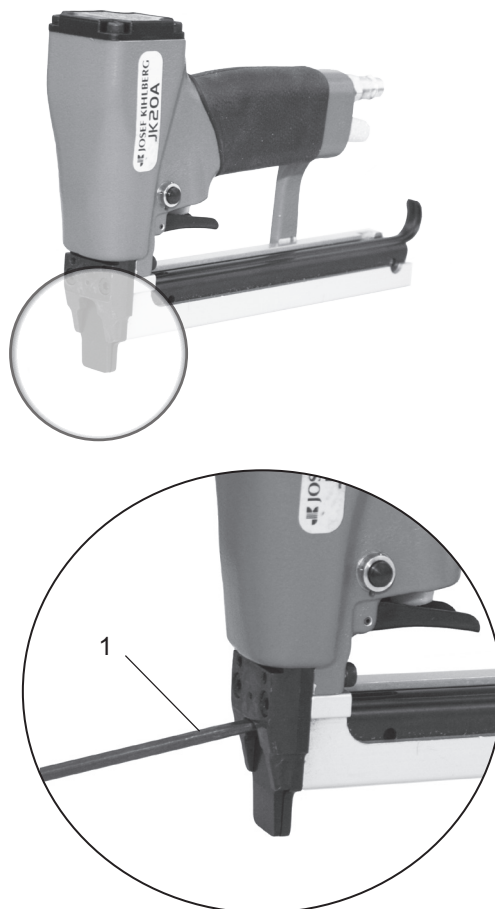

Fig. 5
- Bänd upp dörren med en skruvmejsel (Fig.5/1). Det finns tre urtag i dörren för att förenkla demonteringen. Ta bort dörren.